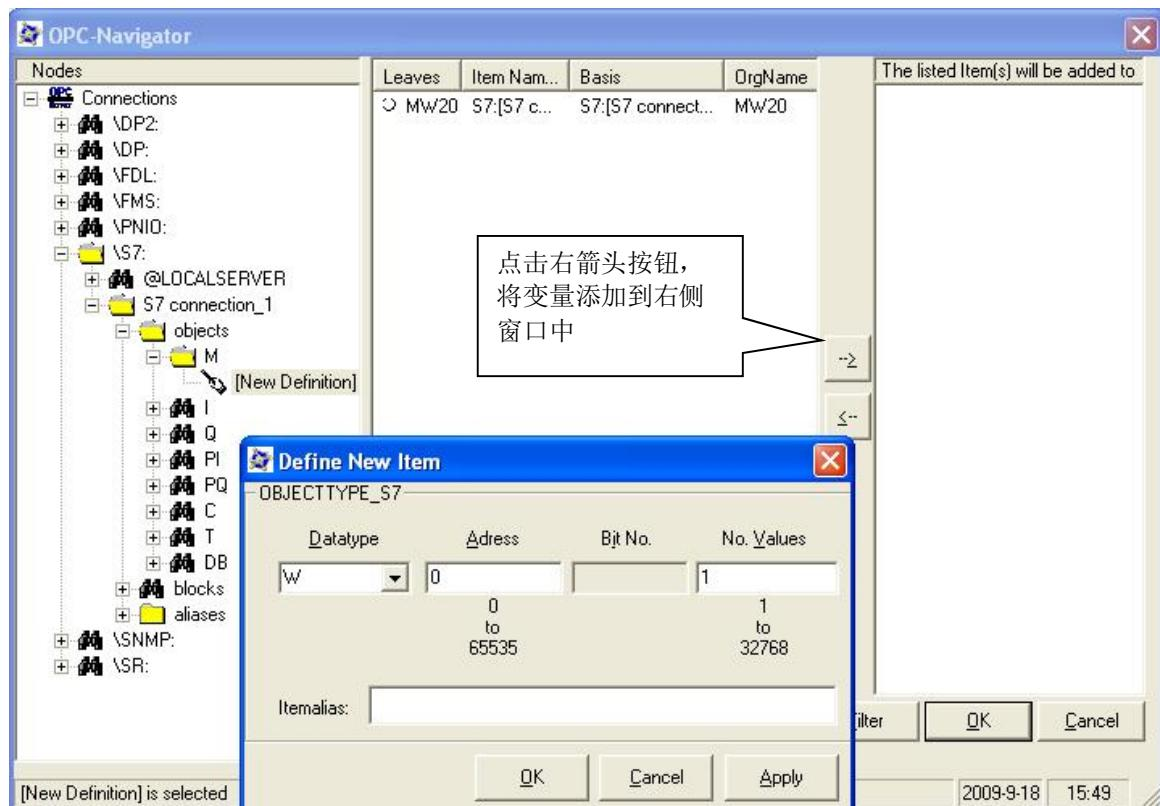

图 17 添加变量
- ② 选择一个数据，点击“S7:” > “S7 connection_1” > “objects” > “M” > “New Definition”来添加一个变量，并为变量选择数据类型、起始地址、数据长度，并添加到右侧窗口中。如图 17 所示。